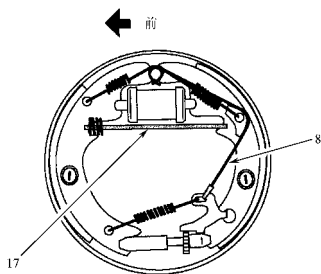

图 5-14 制动器总成
74. 部件专家 A 说在图 5-14 中的编号为 8 的部件是制动蹄总成自动调整装置。部件专